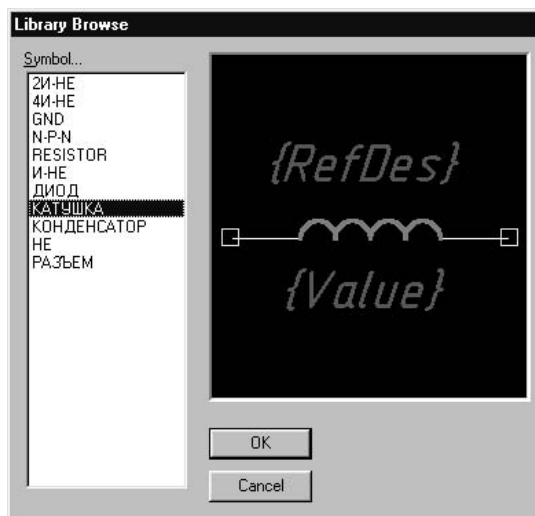

Рис.4.9.2
- Присоединить символ. Для этого следует нажать кнопку Select Symbol. В списке символов найти строку «Катушка», выделить ее и нажать кнопку ОК (рис.4.9.2).